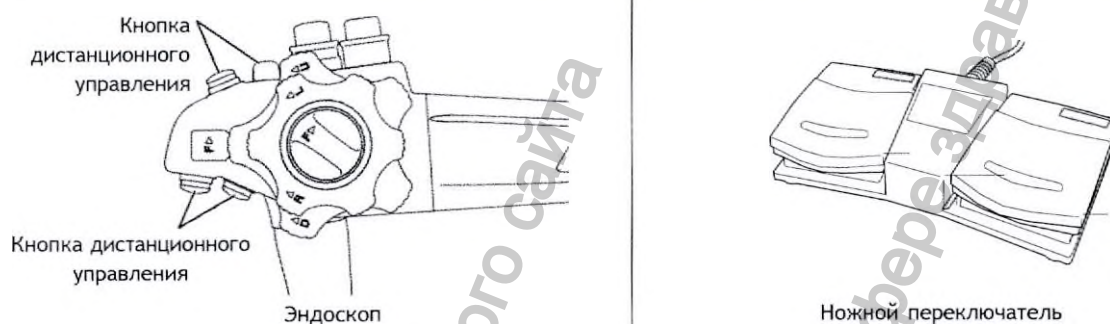

Рис. 5.6
2. Нажмите каждую кнопку дистанционного управления на подсоединенных эндоскопе и ножных переключателях и убедитесь, что функция, назначенная кнопке, работает (Рис. 5.6).